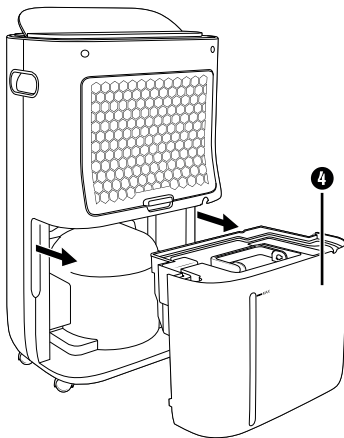

Fig. 1
- ◆ Tag forsigtigt vandbeholderen **4** ud af produktet ved hjælp af de forsænkede greb på siden. Brug håndtaget til at bære vandbeholderen **4** med (se fig. 1).